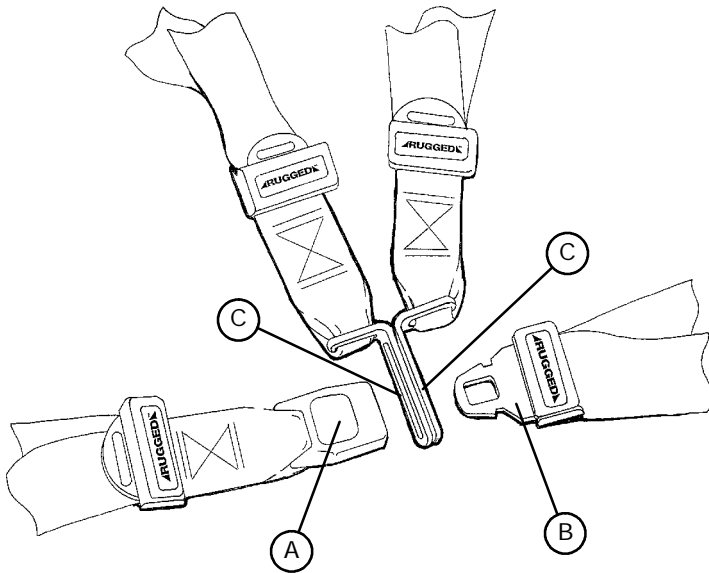

Figura 9 - Abroche de la correa de seguridad
Para abrir la correa, presione el botón rojo (A) que está al frente del «receptor» de la hebilla. Esto liberará la «espiga» de la hebilla (B) y podrá sacarse del receptor (Figura 9).
Para cerrar la correa, inserte la espiga en el receptor hasta escuchar un «clic». Al abrochar la correa del pecho asegúrese de que la espiga atraviese los dos conectores (C) de la correa para los hombros (Figura 9).